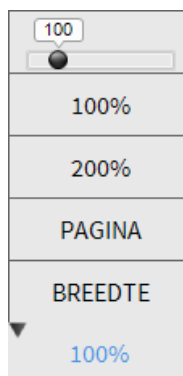

Fig 29
- Klik op toets **ZOOMEN**. Het volgende menu wordt geopend (Fig 29).